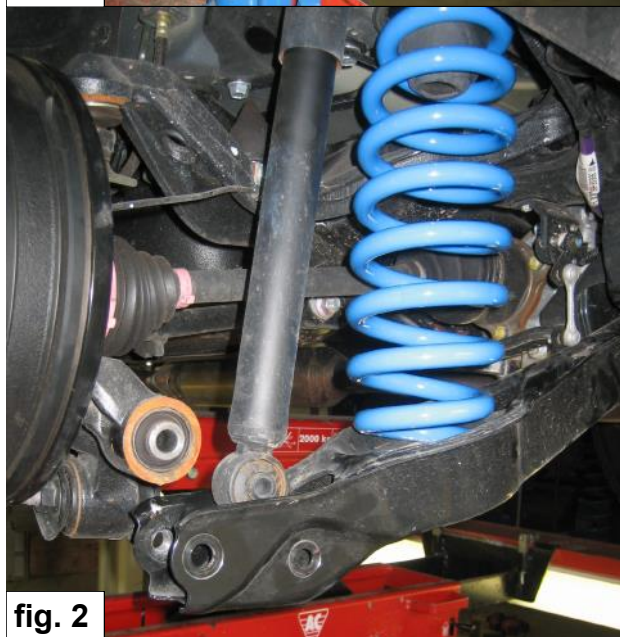

fig. 2
6. Unterstützen Sie der Tragarm und montieren Sie den Bolzen an der Rad Seite. Siehe Fig. 2.
6. Soutenez le bras de suspension et remontez le boulon côté roue. Voir fig.2.